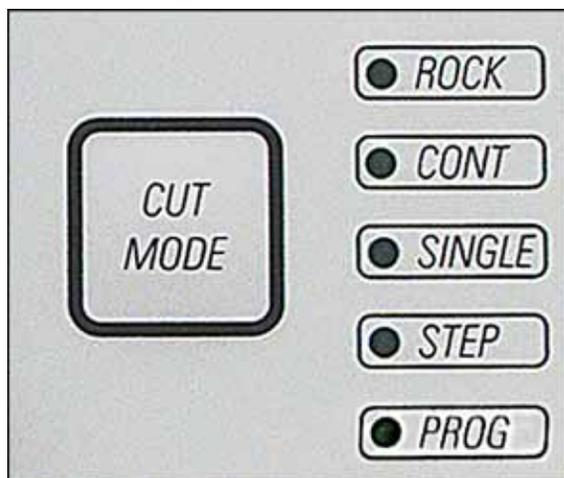

Fig. 18
- Scegliere con il tasto **CUT MODE** la modalità operativa desiderata **CONT**, **SINGLE** o **STEP** sul quadro di comando (Fig. 18).